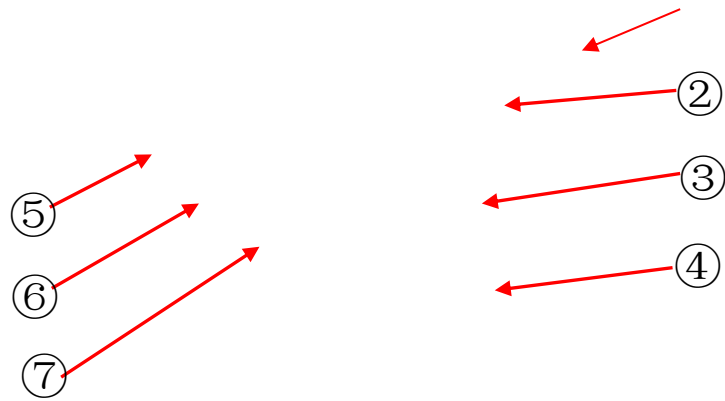

图 1-4
①应急开关 ② 电源开关 ③切刀调节旋钮 ④显示屏
4、波纹管进口 (如图 1-4)